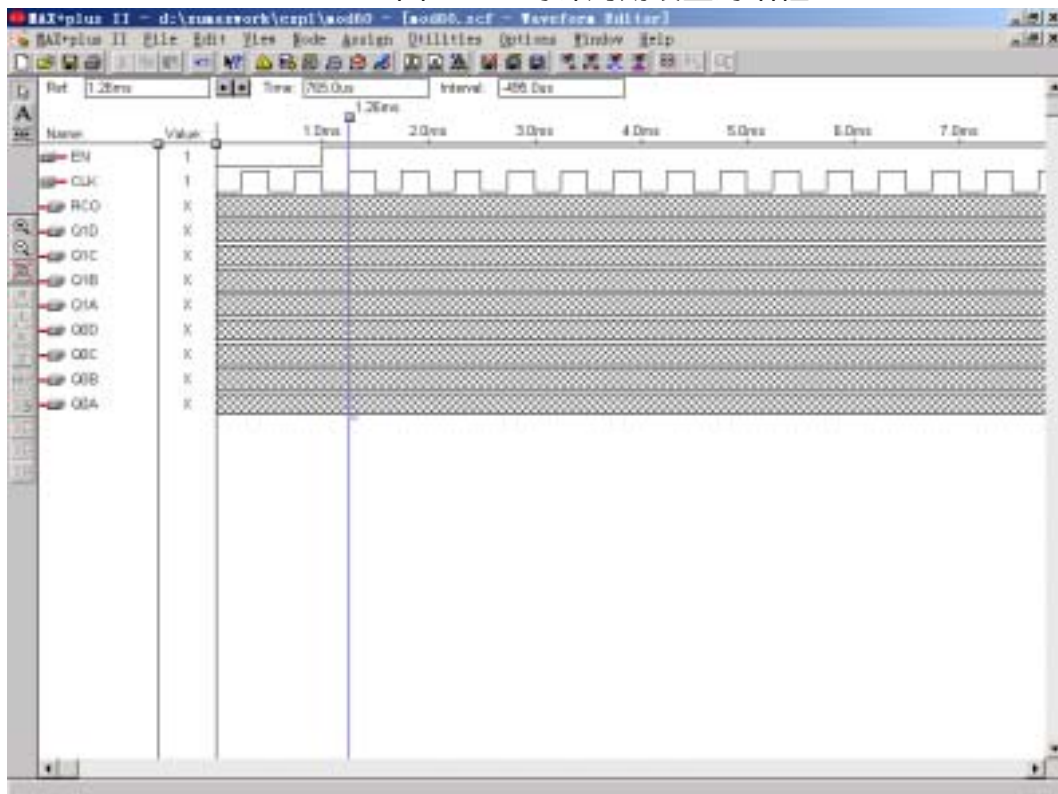

图 3.12 建好的输入波形图
- 选择“File”中“Save”存盘。到此完成波形输入，得到图 3.12。